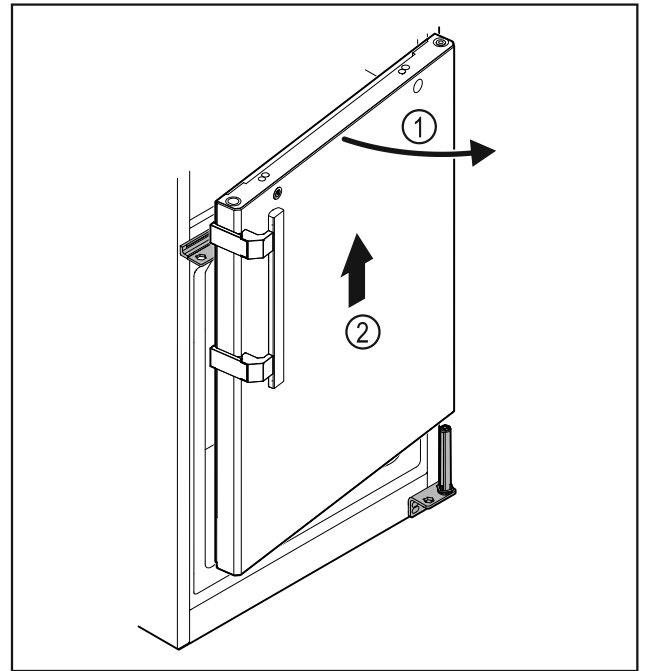

Fig. 33
- ▶ Avaa ovea Fig. 33 (1) hiukan, nosta sitä noin 200 mm suoraan ylöspäin ja ota se pois Fig. 33 (2).